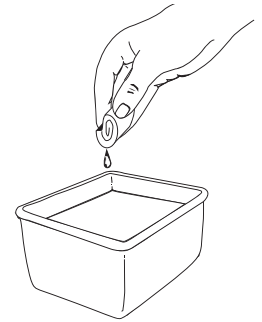

Fig. 32
3. Lavez le filtre dans un mélange d'eau et de détergent (Fig. 32). Rincez le filtre abondamment et laissez-le sécher.